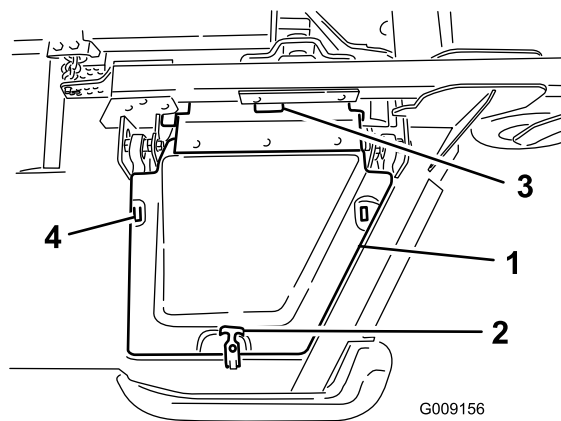

Figura 6
8. Montate il coperchio del piatto dell'ala e fissatelo con un fermo in gomma (Figura 6).